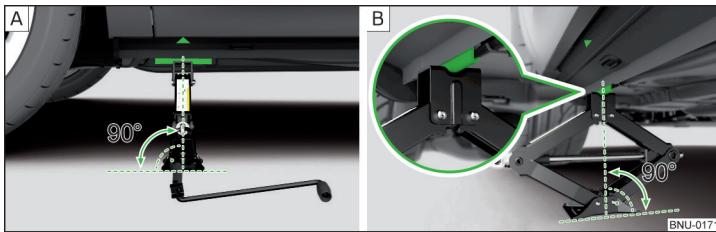

Abb. 315 Wagenheber ansetzen
Die Aufnahmestege für den Wagenheber befinden sich direkt unter der Markierung auf der Unterholmverkleidung » Abb. 315 - **A**.
- Die Grundplatte des Wagenhebers mit der gesamten Fläche auf einem geraden Untergrund stellen, sodass sich der Heber in senkrechter Position zum Aufnahmesteg befindet » Abb. 315 - **A**.
- Den Wagenheber mit der Kurbel so weit hoch drehen, bis die Klaue des Hebers den Steg umfasst » Abb. 315 - **B**.